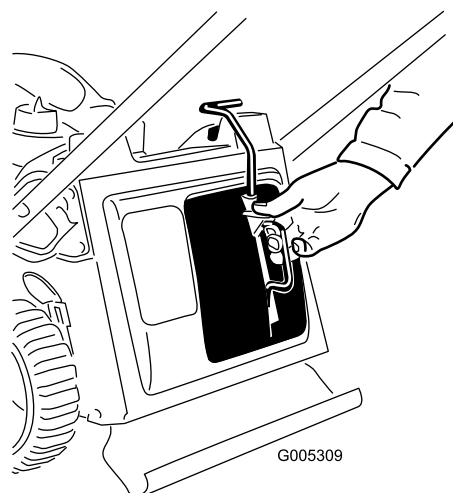

Figure 30
3. Insérez l'obturateur de déchetage (Figure 30).